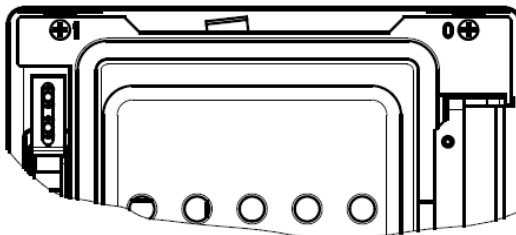

Bild 8
Die Sekundärluftregler ist in der Heitzür oben auf den verwendeten Brennstoff Holz (1) oder Kohle (0) einzustellen (Bild 8).